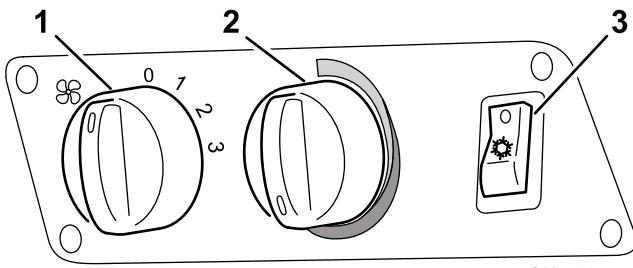

Bild 5
2. Schalten Sie den Gebläseschalter ein (Bild 5).
3. Schalten Sie den Klimaanlagenschalter ein (Bild 5).
4. Stellen Sie das Temperaturbedienelement (Bild 5) ganz auf Einstellung „Cold“ (ganz nach links drehen).